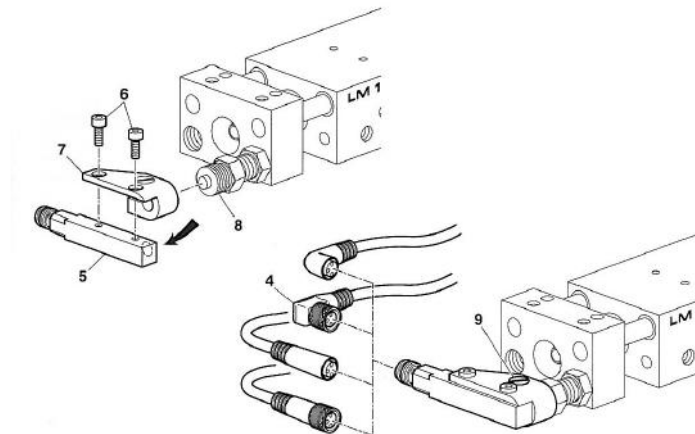

Abb. 13 Montage Initiator 8x8 mm
1. Initiator (Abb. 13, 5) mit Schrauben (6) auf Halter (Abb. 13, 7) schrauben.
2. Halter (7) mit Initiator bis zum Anschlag auf Anschlagsschraube (8) stecken.
3. Mit Schraube (Abb. 13, 9) festklemmen.
4. Stecker (Abb. 13, 4) montieren.